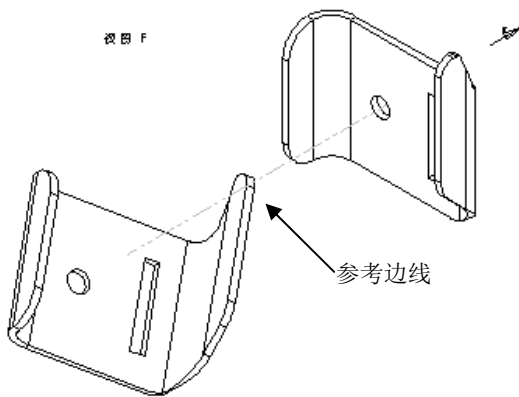

图 5-16 插入的辅助视图
- (5) 单击“确定”按钮生成辅助视图，如图 5-16 所示。